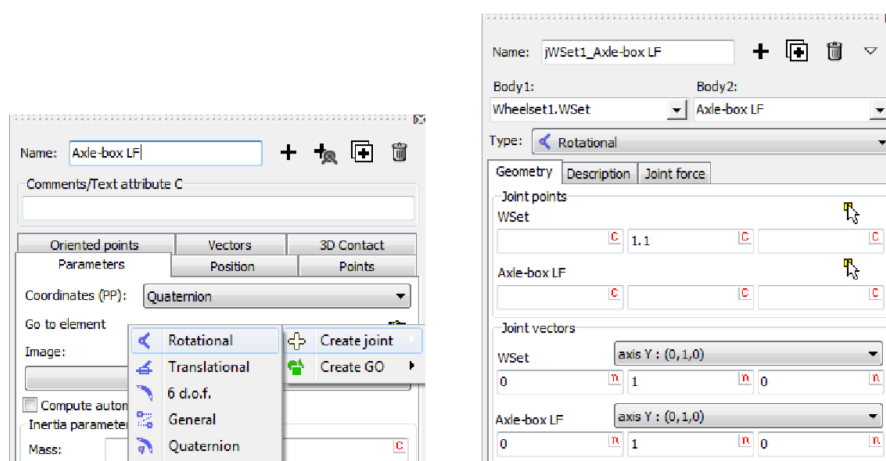

图 2.14
2. 在铰的界面，更改 **Body1** 为 **Wheelset1.Wset**（下拉菜单），如图 2.14 右上所示。